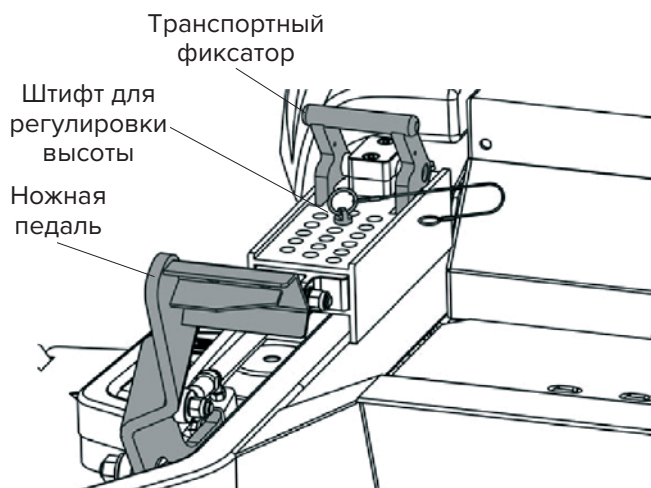

Рис. 28
6. Нажмите на ножную педаль до упора, дека зафиксируется в транспортном положении на высоте 14 см (рис. 28).